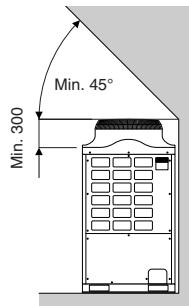

Fig. 2-4
(2) Højdeforhindringer (Fig. 2-4)